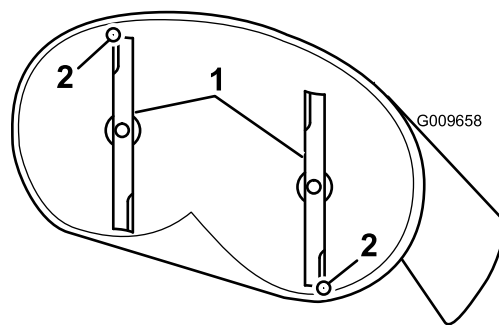
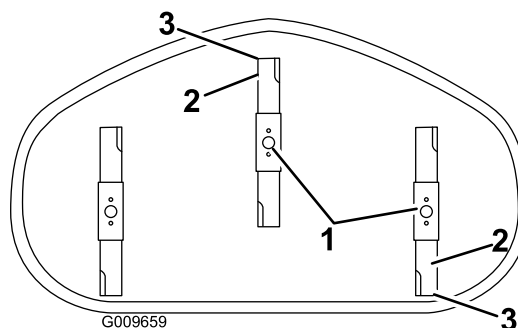

Bild 60
Bild 61
4. Drehen Sie die Messer vorsichtig, sodass sie in Längsrichtung zeigen (Bild 60 und Bild 61).
5. Messen Sie zwischen der Messerspitze vorne und hinten und der flachen Oberfläche (Bild 60 und Bild 61).
9. Überprüfen Sie nach dem Einstellen erneut die Neigung in Längsrichtung. Stellen Sie die Mutter ein, bis die vordere Messerspitze um 1,6 mm bis 7,9 mm tiefer liegt als die hintere Messerspitze (Bild 60 und Bild 61).